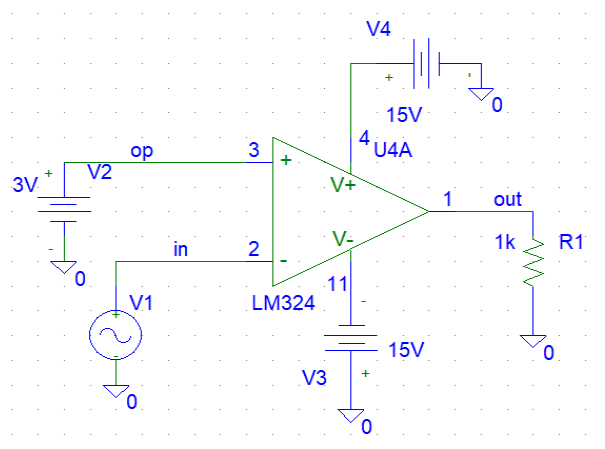

Рис. 5.7. Схема аналогового компаратора на основі операційного підсилювача
2. На неінвертуючий вхід ОП подати напругу відмінну від нуля (рис.5.7). Одержати часові діаграми вхідного та вихідного сигналу, опорної напруги і передатну характеристику компаратора.